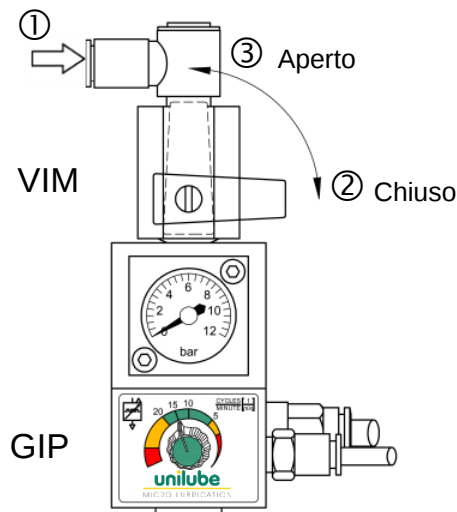
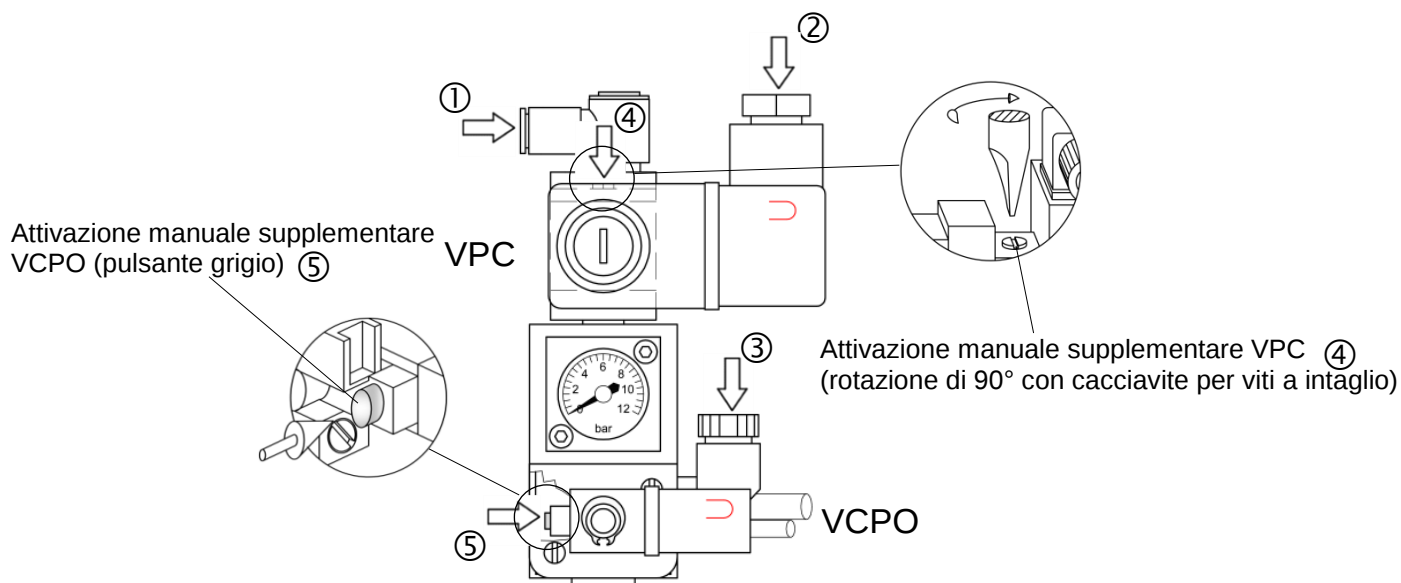

Fig. 6: Valvola di Intercettazione Manuale e Generatore di Impulsi Pneumatico - collegamento e attivazione di emergenza
Fig. 7: Valvola di Controllo Principale e della Pompa elettrica, valvole, raccordi, LED e attivazioni manuali supplementari
- 4.6 La linea ad aria compressa viene collegata tramite il raccordo a vite di innesto (TUBO Ø 8 x 6 mm) o la filettatura interna (G 1/8") della Valvola di Intercettazione Manuale (VIM Fig. 6 ①) o della Valvola di Controllo Principale (VCP, Fig. 7 ①, opzione). Con valvola chiusa (Fig. 6, posizione ② "Chiuso"), l'SLM è senza pressione; con valvola aperta (Fig. 6 posizione ③ "Aperto") l'aria compressa viene alimentata all'SLM.
prima di ogni intervento di manutenzione, ad esempio sugli ugelli, l'SLM deve essere portato in uno stato senza pressione (Valvola di Controllo Principale elettrica disinserita lato macchina, in particolare Valvola di Intercettazione Manuale chiusa, Fig. 6 posizione ② "Chiuso").
- 4.7 L'accoppiamento dell'SLM con la macchina avviene tramite la Valvola di Controllo Principale elettrica a 3/2 vie, a 24 V CC (Fig. 7 VCP). Per il collegamento al controllo macchina è prevista una scatola per cavi con spia di funzionamento a LED (Fig. 7 ②); lo stesso vale per il collegamento della Valvola di Controllo della Pompa elettrica (opzione VCPO, Fig. 7 ③, impostazione cicli di mandata vedere Capitolo 6.4).
In caso di arresto della macchina, per scopi di manutenzione sono previsti bypass per mezzo di attivazioni manuali supplementari sulla Valvola di Controllo Principale elettrica tramite un intaglio di vite (Fig. 7 ④) e sulla Valvola di Controllo della Pompa elettrica attraverso impulsi tramite il pulsante grigio (Fig. 7 ⑤ e Fig. 15). Con Valvola di Intercettazione Manuale montata (Fig. 6), il comando avviene ad esempio tramite una valvola di controllo lato macchina (SLM acceso- SLM spento).
Se si utilizza la Valvola di Controllo della Pompa elettrica (opzione VCPO, *Fig. 7*), la temporizzazione della pompa microdosatrice avviene tramite il controllo macchina. Con un tempo di accensione fisso (circa 0,5 secondi), variando il tempo di spegnimento viene impostata la quantità di lubrificante necessaria per il rispettivo processo (vedere DIAGRAMMA DI CONTROLLO "Sistema di Lubrificazione Minima con portata programmabile", a parte).
20 impulsi/min (Δ 20 corse del pistone/min, Fig. 6)
Impulsi programmati (Δ controllo macchina CNC, Fig. 7)
- 8.2.7 Collegare l'aria compressa (ad esempio, mediante bypass del VCP Fig. 7 ④) e osservare la migrazione delle bolle d'aria nella linea capillare fino a quando la linea non è priva di bolle su tutta la sua lunghezza fino alla testa dell'ugello (durata: circa 1,5 minuti/1 metro di lunghezza della linea CoAx).
assicurarsi che durante i lavori sugli ugelli, gli utensili siano fermi e la macchina sia spenta; per scopi di manutenzione, simulare il funzionamento con attivazione manuale supplementare (vedere Fig. 7 e Capitolo 4.7). La punta dell'ugello non deve essere rivolta verso le persone, in particolare gli occhi - pericolo di lesioni!